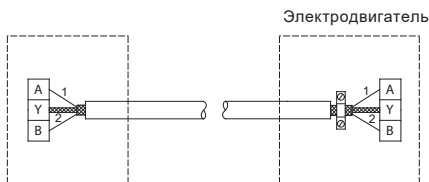

Рис. 11 Подключение 2-жильного экранированного кабеля
- Если при установке старого насоса применялся экранированный 2-жильный кабель, подключение выполняют, как показано на рис. 11.